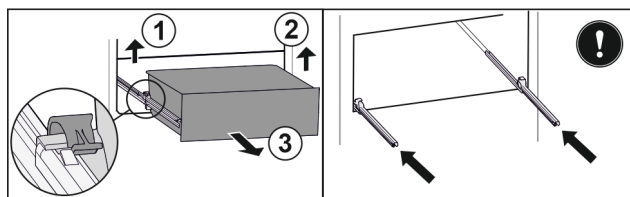

Fig. 131
- Podignite lijevu stezaljku i istovremeno izvucite ladicu lijevo prema naprijed. Fig. 131 (1)
- Podignite desnu stezaljku i istovremeno izvucite ladicu desno prema naprijed. Fig. 131 (2)
- Izvadite ladicu prema naprijed. Fig. 131 (3)